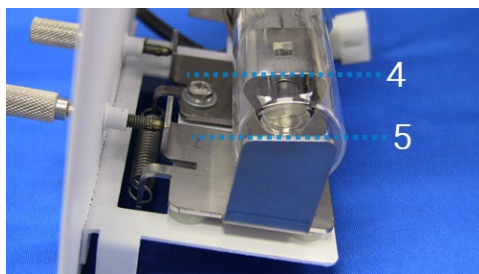

Figure 88. Alignement de la lampe D₂ (vue de l'extrémité)
- 9 Faites tourner la lampe de sorte que la face avec l'ouverture optique (4) soit parallèle au bord supérieur du support (5) – voir Figure 88 ci-dessous.